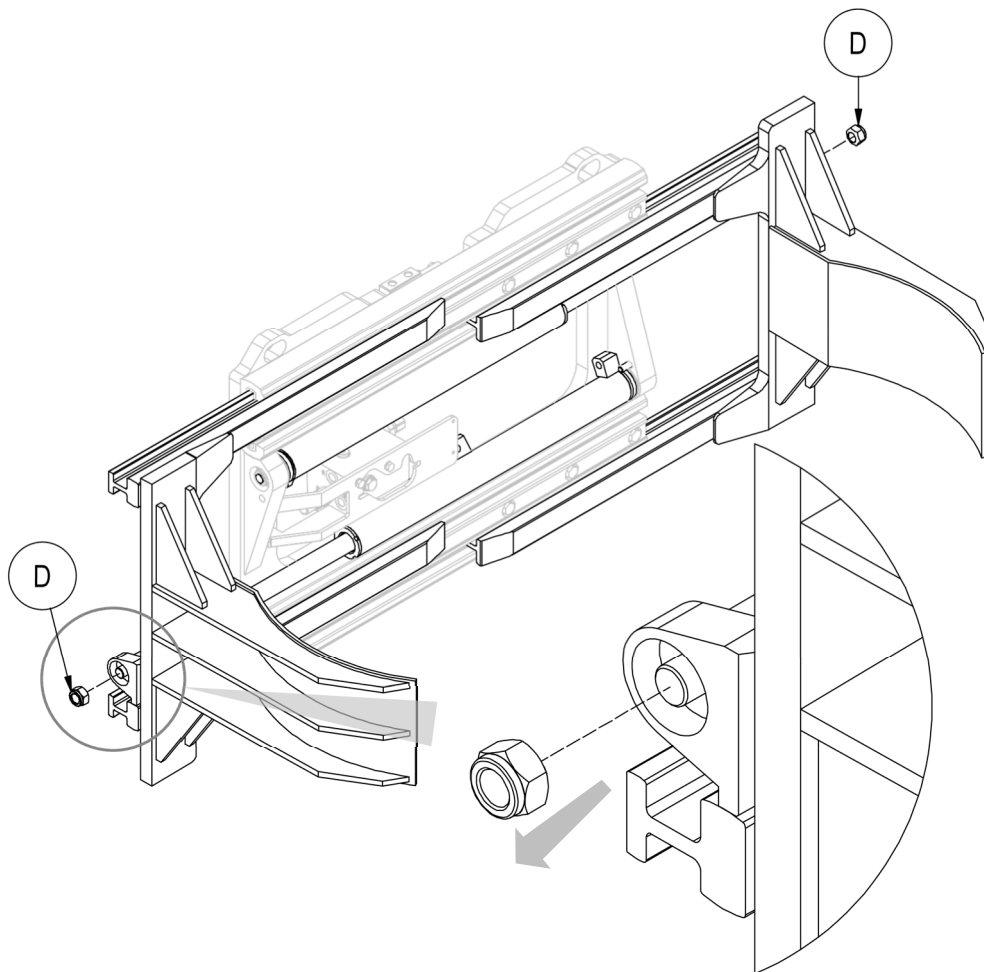

Figure 47
3. Retirer les écrous **D** qui relient les vérins aux fourches (voir Figure 47).